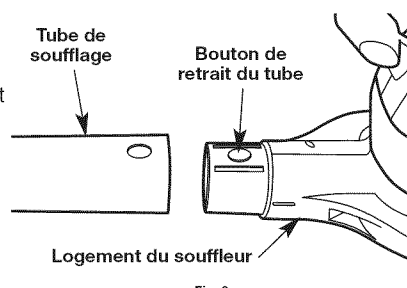

Fig. 3
1. Faites glisser l'extrémité la plus large du tube de soufflage par-dessus l'ouverture avant du logement du souffleur, jusqu'à ce que le bouton de retrait du tube soit parfaitement en place (Fig. 3).